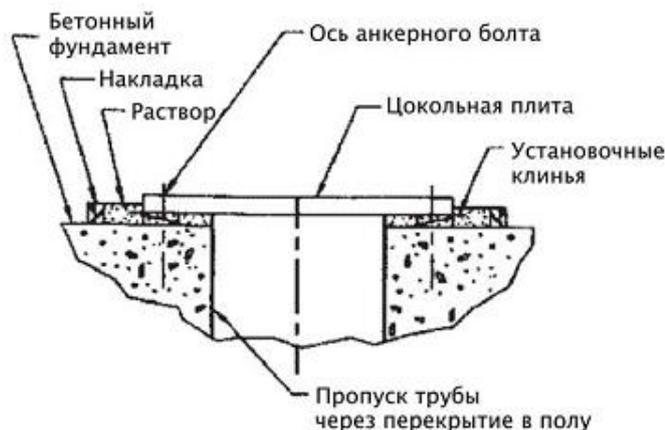

Рис. 6 Установка плиты по уровню
- а) При помощи установочных клиньев (см. рис.6);